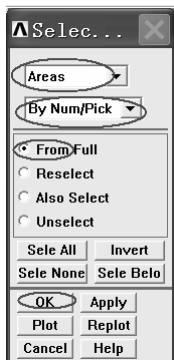
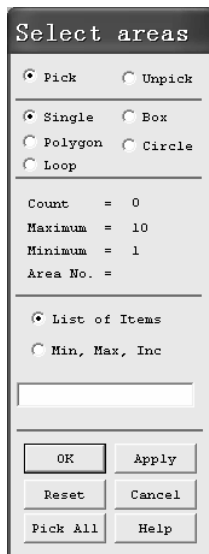
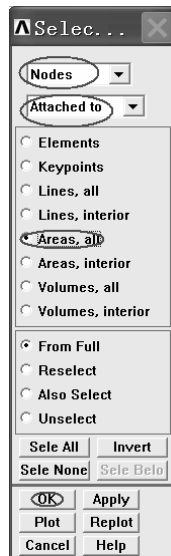

图 5-17 “Selec...” 窗口
图 5-18 “Select areas” 窗口
图 5-19 “Selec...” 窗口
(1) 依次选择 Utility Menu>Select>Entities..., 弹出“Select...”窗口（见图 5-17）。在该窗口的第一个方框中选择“Areas”，在第二个方框中选择“By Num/Pick”，再选中“From Full”前的单选框，然后单击“OK”按钮，弹出“Select areas”窗口（见图 5-18）。
(2) 单击鼠标左键选择杆的右端面，然后单击“OK”按钮。
(3) 依次选择 Utility Menu>Entities..., 弹出“Select...”窗口（见图 5-19）。在该窗口的第一个方框中选择“Nodes”，在第二个方框中选择“Attached to”，再选中“Areas, all”前的单选框，然后单击“OK”按钮。